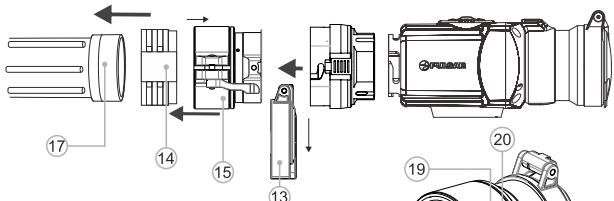

Abb.7
- Bringen Sie den Adapter mit dem eingesetzten Übergangsring an das Objektiv (17) des Tageslichtgerätes an (**Abb.7**).
- Bringen Sie den Hebel (18) von der Position „**AUF**“ in die Position „**ZU**“ (**Abb.7**).
- Lockern Sie die Halteschraube (19) mithilfe des Sechskantenschlüssels (S= 2 mm).
- Ziehen Sie die Schraube (20) mit dem Sechskantschlüssel (S= 4mm) an, mit einer Klemmkraft, die den Adapter fest auf dem Objektiv sitzen lässt.
- Ziehen Sie die Halteschraube an (19).